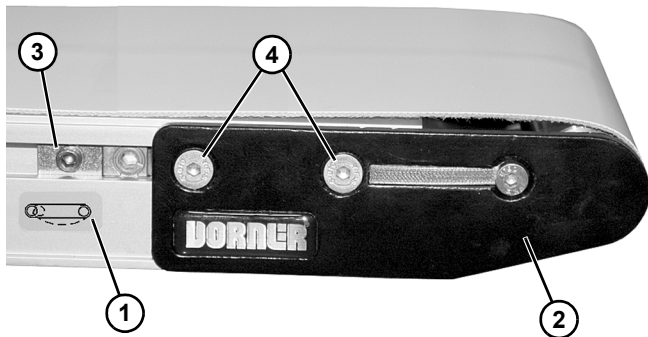

Figura 37
2. En el extremo de tensión del transportador identificado con  una etiqueta (**Figura 37, parte 1**), empujar el ensamblaje de la placa del cabezal (**Figura 37, parte 2**):
- a. En ambos lados del transportador, aflojar y mover guías de conjuntos de levas (**Figura 37, parte 3**) (si aplicare) lejos de las placas del cabezal.
- b. Aflojar los tornillos de fijación (**Figura 37, parte 4**) y empujar el ensamblaje de la placa del cabezal hacia dentro.
La Figura 37 muestra un motorreductor montado de manera vertical. El montaje del motorreductor horizontal es similar.